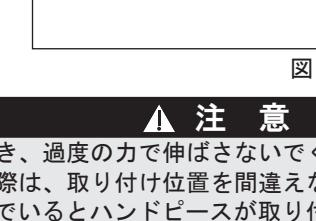

図 41
- 3 新しい O リングを外した O リングがはまっていた溝にはめ込みます (図 41)。